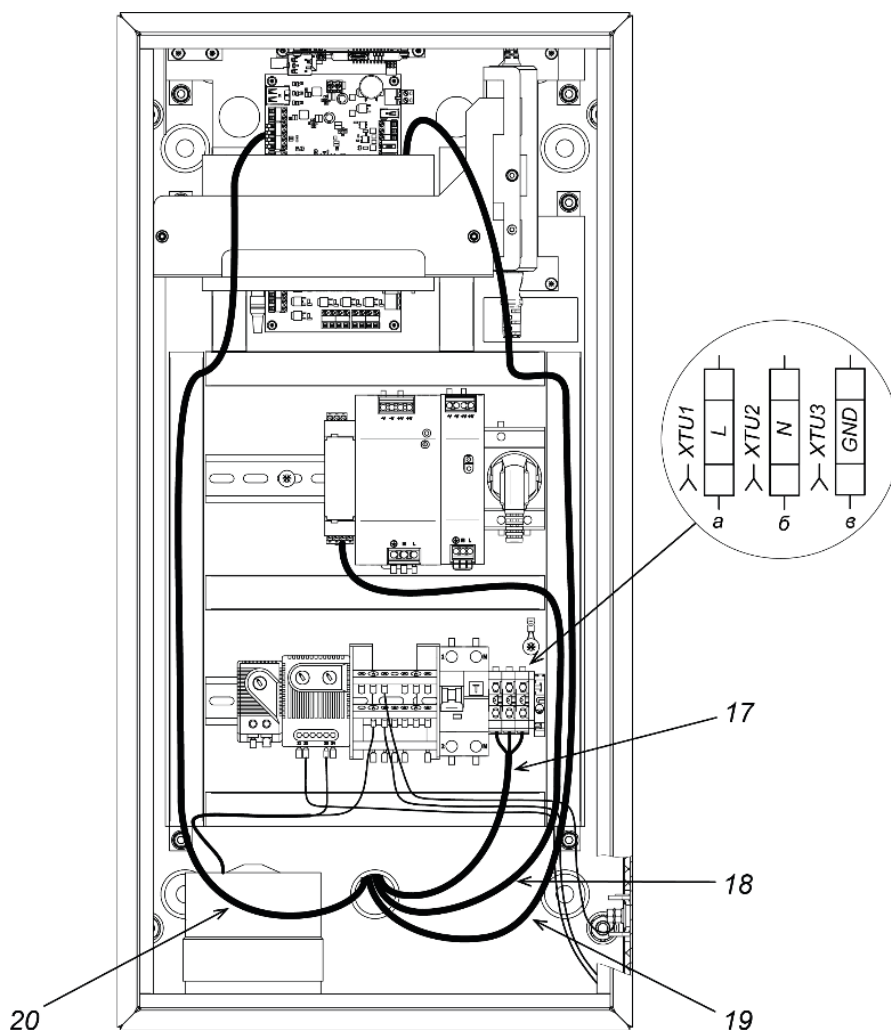
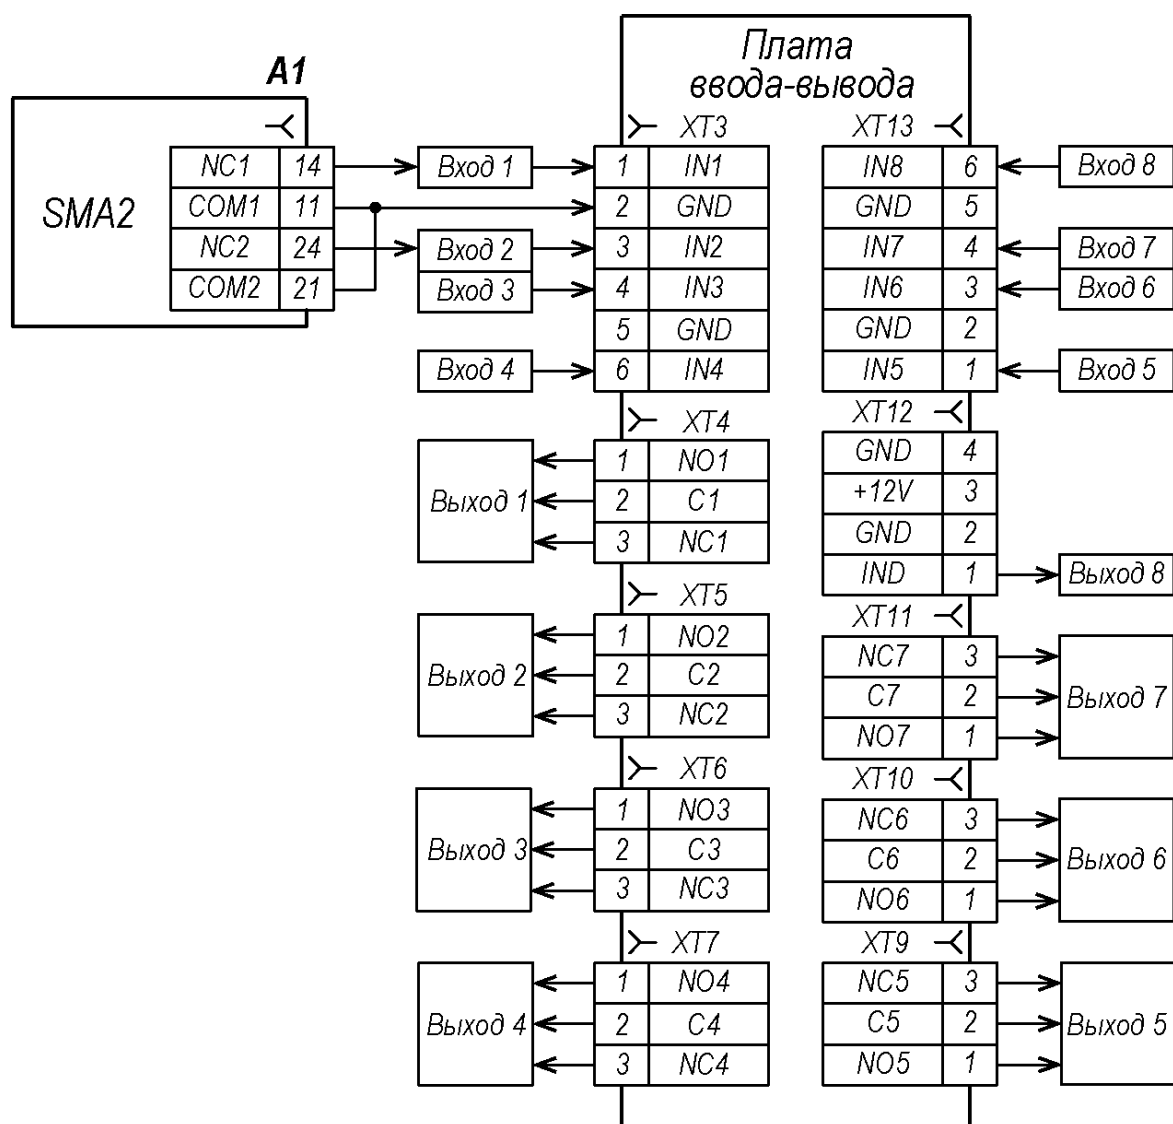

Рисунок 5. Схема прокладки кабелей внутри шкафа
Рисунок 6. Схема подключения входов и выходов
Схема прокладки кабелей внутри шкафа показана на рис. 5.
Содержание монтажных операций дано с учетом рекомендаций, приведенных в разд. 8.1. Оборудование и инструменты, необходимые при монтаже, перечислены в разд. 8.2. Номера позиций указаны в соответствии с рис. 1 и 2. Расположение клеммных колодок на плате ввода-вывода (5) показано на рис. 3, назначение контактов клеммных колодок указано в табл. 1. Схема подключения приведена на рис. 6. Используемые при подключении типы кабелей указаны в табл. 2.
3. Откройте дверцу шкафа (3), для этого откройте замок дверцы ключом, входящим в комплект поставки.
8. Протяните кабели внутри шкафа. Рекомендуемое расположение кабелей при прокладке внутри шкафа показано на рис. 5. Кабели рекомендуется проводить через перфорированные коробки. Для удобства прокладки снимите верхние крышки коробов. По завершении прокладки установите крышки коробов на место.
9. Подключите кабель питания к зажиму наборному (15) согласно схеме на рис. 5:
10. Подключите кабели от индукционных петель (18) к датчику (7) в соответствии со схемой на его корпусе (см. Приложение к Руководству).
11. Подключите кабели от других устройств к соответствующим клеммным колодкам платы ввода-вывода (5) согласно схеме на рис. 6. Схемы подключения дополнительного оборудования приведены в разд. 8.7.
12. Подключите кабель *Ethernet* (19) ко второму разъему коммутатора (6). Остальные разъемы №№ 3-10 предназначены для подключения дополнительного оборудования (например, видеокамер), в т.ч. с поддержкой стандарта PoE (IEEE 802.3af/at).
13. Термостат вентиляции и обогрева (10) отрегулирован на производстве для работы в заявленном температурном диапазоне (см. разд. 2) и не нуждается в дополнительной настройке. В случае необходимости дополнительной регулировки с помощью синего (правого) терморегулятора устанавливается максимальная температура, при достижении которой будет включаться вентилятор (12) для охлаждения шкафа, а с помощью красного (левого) терморегулятора – минимальная температура, при достижении которой будет включаться обогрев (13) шкафа. При этом минимальную температуру включения обогрева нельзя устанавливать ниже 7°C, иначе оборудование контроллера может не включиться из-за работы системы предотвращения холодного пуска.